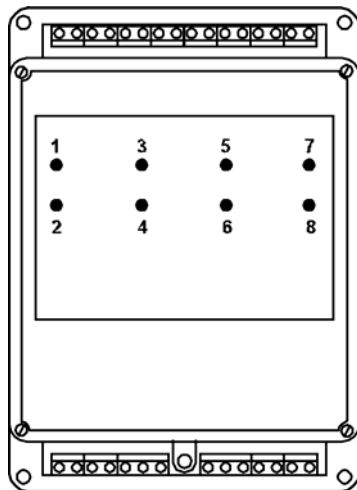

Рисунок 3.1
3.1 Прибор изготавливают в пластмассовом корпусе для настенного крепления типа Н. Корпус состоит из основания и крышки с резиновым уплотнением. Внутри корпуса находится плата печатного монтажа с элементами схемы прибора, крепящаяся к основанию при помощи четырех винтов через отверстия в крышке (рисунок 3.1). На основании находятся также клеммники с креплением "под винт", предназначенные для подключения внешних исполнительных устройств, схемы управления и напряжения питания.
3.2 Прибор имеет восемь электромагнитных реле, управляемых от внешних полупроводниковых ключей, а также источник питания. Восемь светодиодных индикаторов, расположенных на основании (см. рисунок 3.1), сигнализируют о замыкании реле.